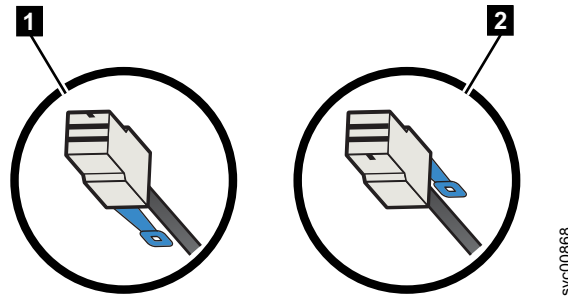

Abbildung 117. Ausrichtung des SAS-Kabelsteckers
- Bei 2145-24F- oder 2145-12F-Erweiterungsgehäusen muss sich die blaue Halterung unter dem Kabel befinden ( **1** in Abb. 117 auf Seite 131).
- Bei 2145-SV1- oder 2145-DH8-Knoten und 2145-92F-Gehäusen muss sich die blaue Haltezunge über dem Stecker befinden ( **2** in Abb. 117).